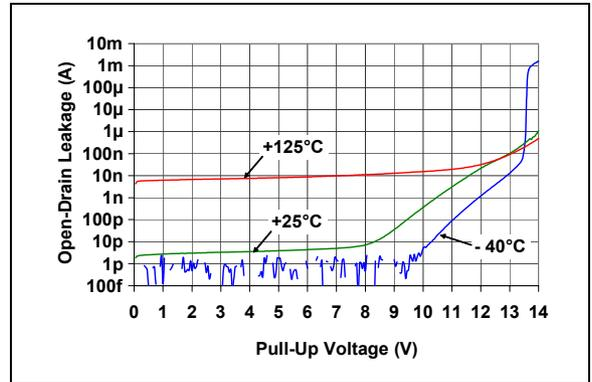

图 2-28: 漏极开路漏电流 — 施加到 V_{OUT} 引脚的电压曲线 (MCP111-195)
- 注 3：** 这个规范使该器件可以工作在线串行编程（ICSP™）的 PIC® 单片机应用中（见器件特定编程规范中关于电压需求方面的信息）。该规范不允许漏极开路输出引脚（ V_{OUT} ）上存在持续的高电压。 V_{OUT} 引脚电压超过最大器件工作电压（ $5.5V$ ）的时间为 $100s$ 。流入 V_{OUT} 引脚的电流应限制在 2 mA 以下。推荐器件工作温度维持在 0°C 至 $+70^\circ\text{C}$ 之间（最好为 $+25^\circ\text{C}$ ）。见图 2-28 获取更多信息。